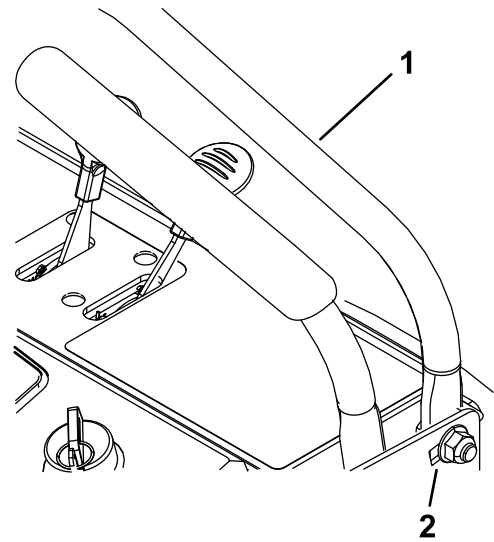

Figura 28
2. Afloje las tuercas en cada lado del panel de control (Figura 28).